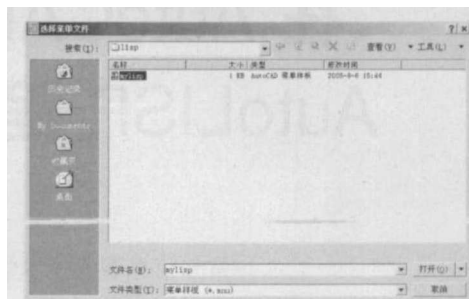

图 2
(3) 在文件对话框内，切换到 D:\lisp 目录，选取 mylisp.mnu 文件，如图 2 所示。